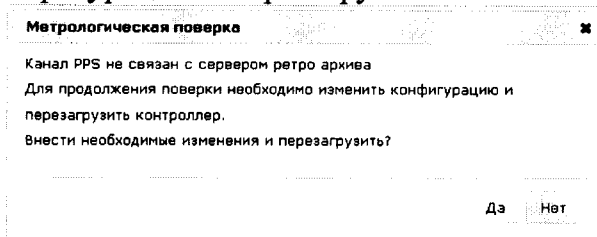

Рисунок 5 – Диалоговое окно проверки конфигурации ЭКОМ-3100
и) Нажать на кнопку «Начать процедуру поверки». Будет проведена проверка корректности конфигурации и, при необходимости, предложено автоматически произвести изменения и перезагрузить контроллер (рисунок 5). Для продолжения нажать кнопку «Да». Дождаться обновления конфигурации и перезагрузки ЭКОМ-3100.
- б) Дождаться сообщения об отключении антенны ГЛОНАСС/GPS (примерно 5 минут) (рисунок 5).